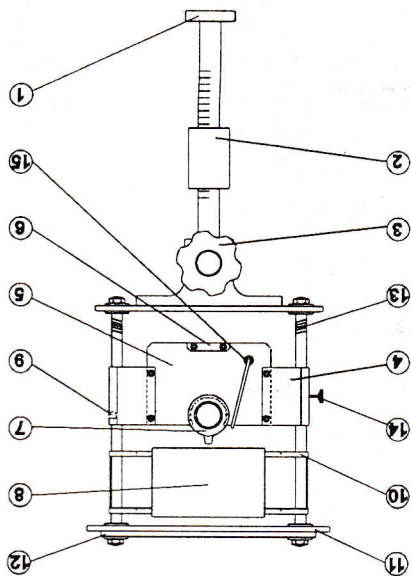

Fig 2
1. Disporre l'interruttore principale (10, fig. 2) rimuovendo il pannello frontale svitando le quattro viti che lo trattengono.